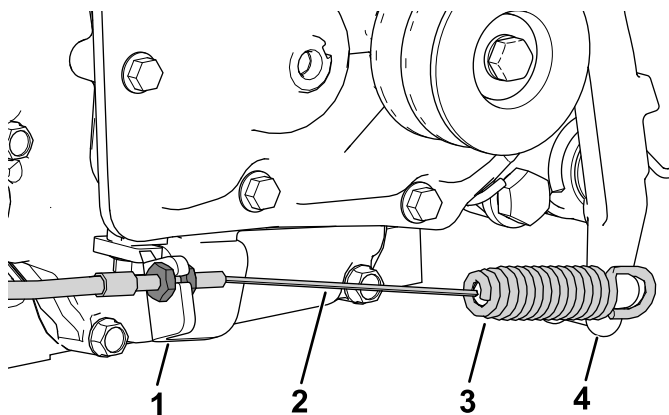

Рисунок 6
6. Подсоедините трос сцепления к пластине сцепления (Рисунок 6).
11. Зацепите конец пружины троса сцепления за рычаг сцепления (Рисунок 6).